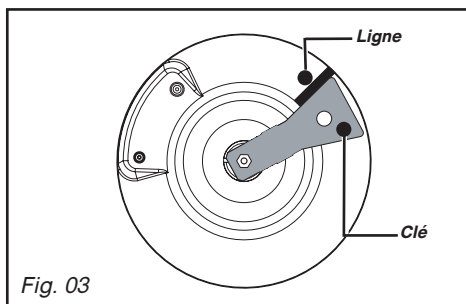

Fig. 03
• Au-dessus d'un meuble vide ou d'un tiroir (Fig. 03).
Dans une installation existante, un tube souple équipé de ses colliers de serrage (conforme à la norme XP D 36-110) dont la durée de vie est de 5 ans peut être utilisé. Il est nécessaire dans ce cas d'utiliser un about sans oublier de mettre en place une rondelle d'étanchéité entre l'about et le coude de la table (Fig. 03).
– Tournez la clé dans le sens des aiguilles d'une montre jusqu'à ce que la ligne apparaisse de l'autre côté (Fig. 03).